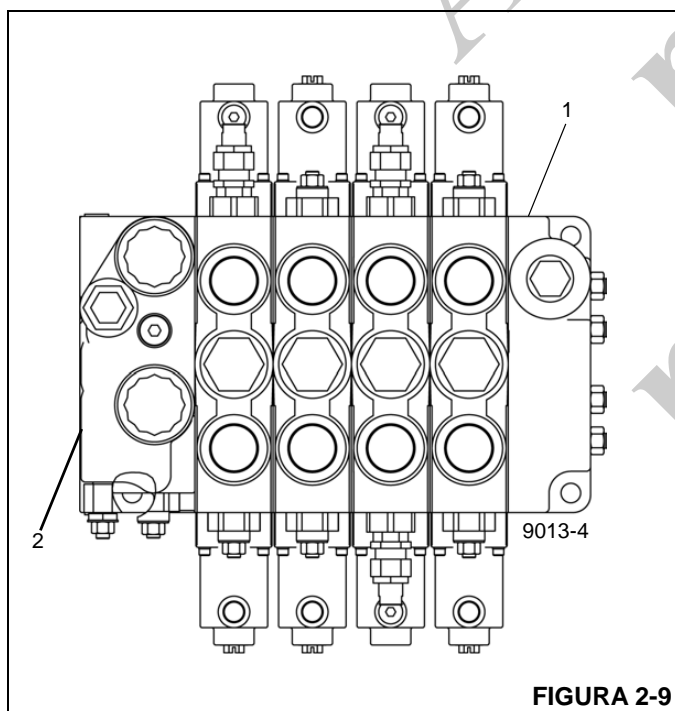

FIGURA 2-9
1. Com o motor desligado, instale um diagnóstico de verificação de pressão de desconexão rápida (Parker PD240) com medidor no bico de teste no orifício de manômetro GP (2) na DCV (válvula de controle direcional) (1). Consulte a Figura 2-9.
Com o motor desligado, instale um diagnóstico de verificação de pressão de desconexão rápida (Parker PD240) com medidor no bico de teste no orifício de manômetro GP da DCV (válvula de controle direcional) (consulte a Figura 2-9).